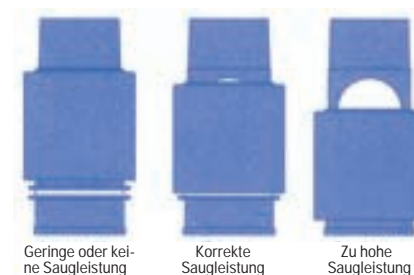

Abb.5: Durchflussmengen-Regulierer: Mögliche Positionen
C. Die vorhandene Saugleistung kann direkt an dem Durchflussmengen-Regulierer überprüft werden. Der gelbe Balken muss halb bedeckt sein, siehe Abbildung 5. Eine ausreichende Saugleistung und Reinigung des Schwimmbeckens ist bei der zuvor ermittelten Einstellung zu erwarten.